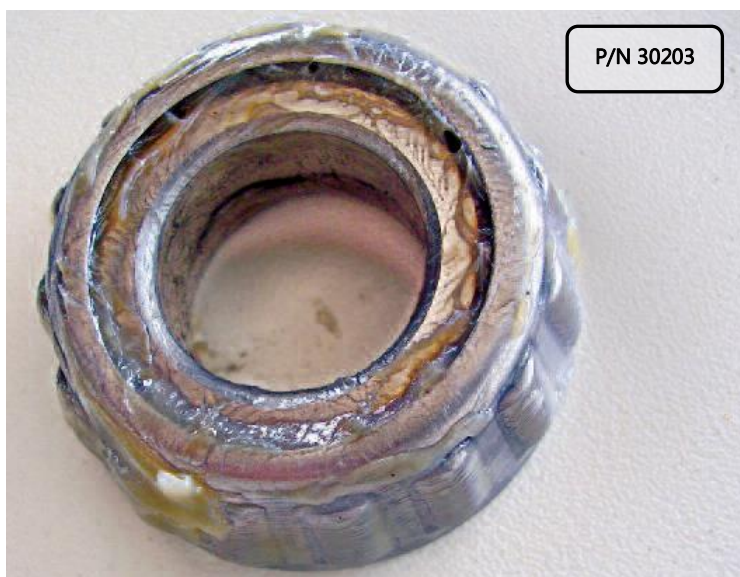

Figura 32.40.21 - Lubrificação dos rolamentos cônicos.
3. Lubrificar os rolamentos 30203 em toda área de contato com suas capas, conforme figura 32.40.21. Utilizar graxa de alta temperatura;